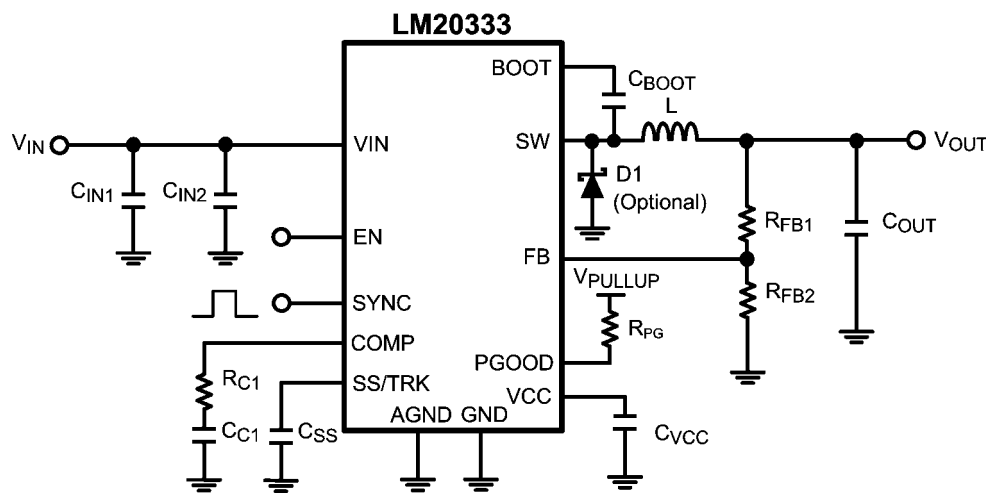

FIGURE 1. Typical Application Circuit
LM20333 は、できる限り少ない外付け部品で効率的な降圧レギュレータを実装するために必要なすべての機能を備えたスイッチング・レギュレータです。この使いやすいレギュレータは、2つのスイッチ素子を内蔵し、最大3Aの連続出力電流を供給できます。レギュレータは非線形スロープ補償によるピーク電流モード制御により、出力電圧範囲全体にわたり最適な安定性および過渡応答を実現します。ピーク電流モード制御は、入力電圧フィードフォワード、サイクルごとの電流制限、ループ補償が簡単という特長を原理的に備えています。250kHz ~ 1.5MHzの範囲の外部発振回路にスイッチング周波数を同期させることができます。SYNC機能により、デバイスは高いスイッチング周波数で動作し、インダクタのサイズを小型化しながら94%の高い効率を達成できます。高精度な内部電圧リファレンスにより、出力を0.8Vという低電圧に設定できます。そのほか、電流制限、サーマル・シャットダウン、オーバーボルテージ保護、シャットダウン機能を備えています。デバイスは放熱を助ける露出パッドを組み込んだeTSSOP-20パッケージで供給されます。LM20333の一般的なアプリケーション回路は設計ガイドラインのFigure 1に示しています。
ここでは、全機能を有する電源の構築に必要な外付け部品の選定方法を段階を踏んで説明します。どのような DC/DC コンバータの設計であっても、効率、実装面積、性能が最適化のトレードオフになります。このセクションではこれらの設計条件について詳しく取り上げます。部品選定を簡易化するために、下の Figure 1 に示す回路を参考として使用します。特記のない限り、すべての式において単位は電流をアンペア (A)、容量をファラッド (F)、インダクタンスをヘンリー (H)、電圧をボルト (V) とします。